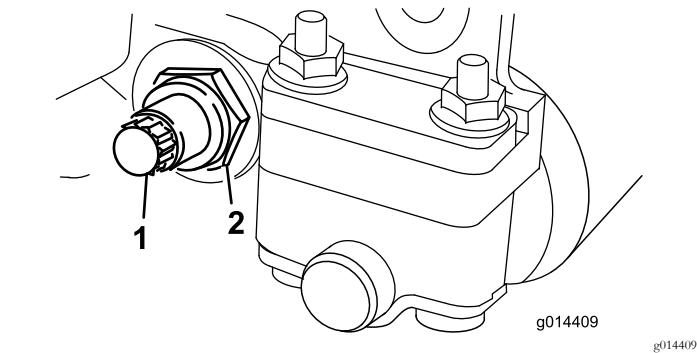

图23
3. 在机器的另一侧松开固定底刀架螺栓 图23的锁紧螺母。
4. 拆下两个底刀架螺栓向下拉动底刀架并从机器螺栓 图23上拆下来。